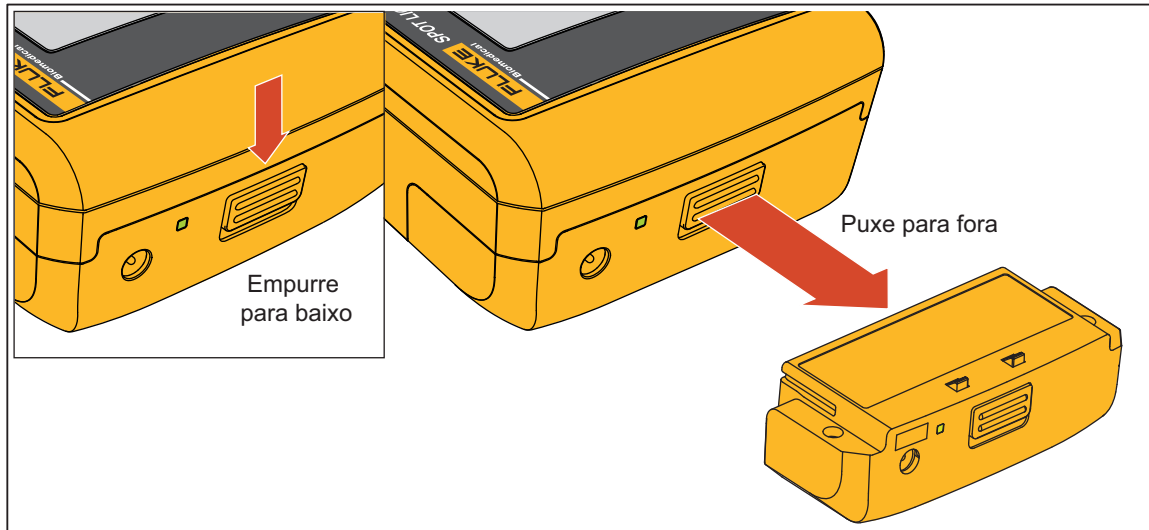

Figura 7. Remoção da Bateria
1. Empurre a trava da bateria como mostrado na Figura 7.